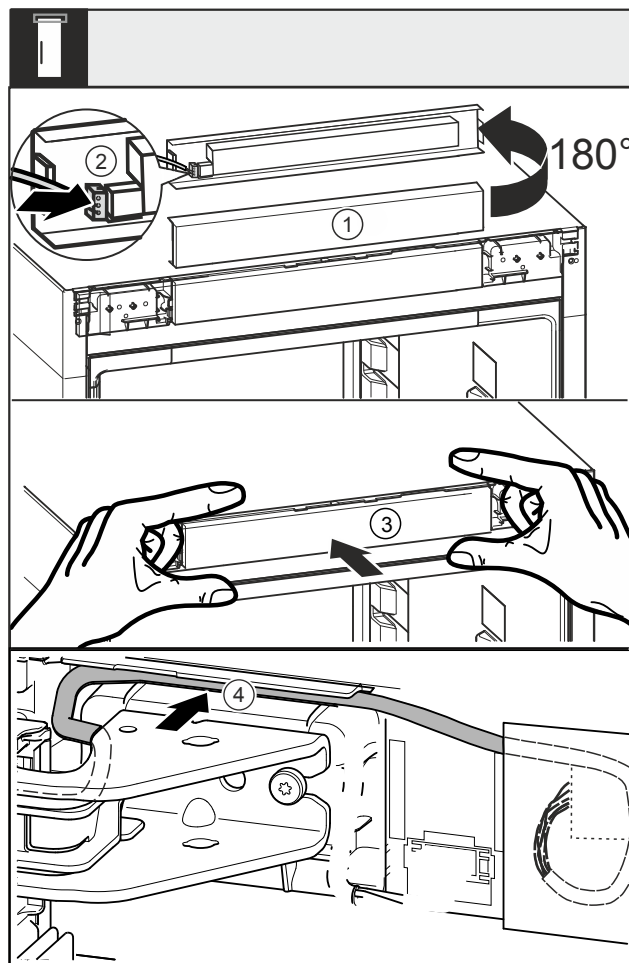

Fig. 47
- Blende Fig. 47 (1) um 180° nach oben drehen.
- Stecker Fig. 47 (2) an der Bedienteilblende einrasten.
- Blende Fig. 47 (3) wieder am Gerät einrasten.
- Kabel vorsichtig in der Führung Fig. 47 (4) über dem oberen Lagerbock verlegen.